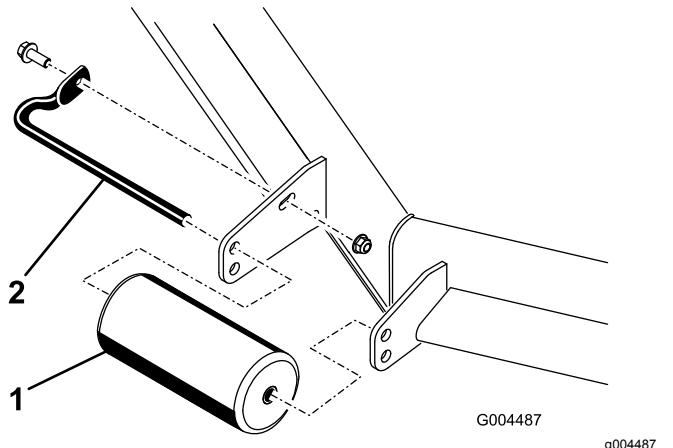

Bild 10
1. Um die vorderen Rollen einzustellen, entfernen Sie die Schraube und Mutter mit denen die Rollenwelle an der Mähwerkshalterung befestigt ist (Bild 10).